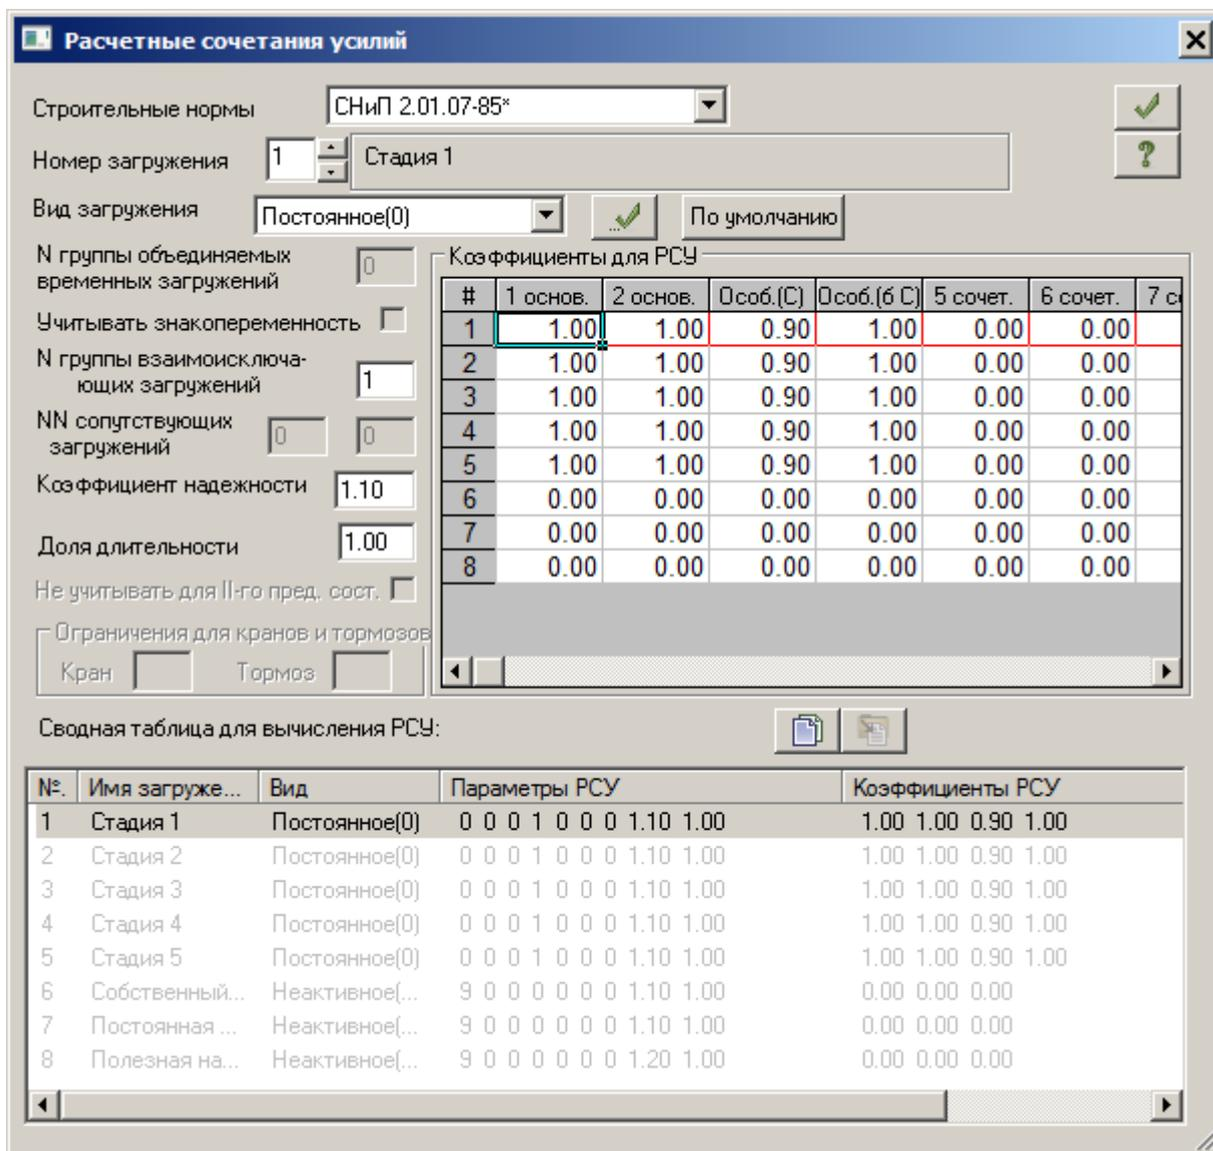

Рис.23.31. Диалоговое окно Расчетные сочетания усилий
- В открывшемся диалоговом окне **Расчетные сочетания усилий** (рис.23.31) щелкните по кнопке - Подтвердить.